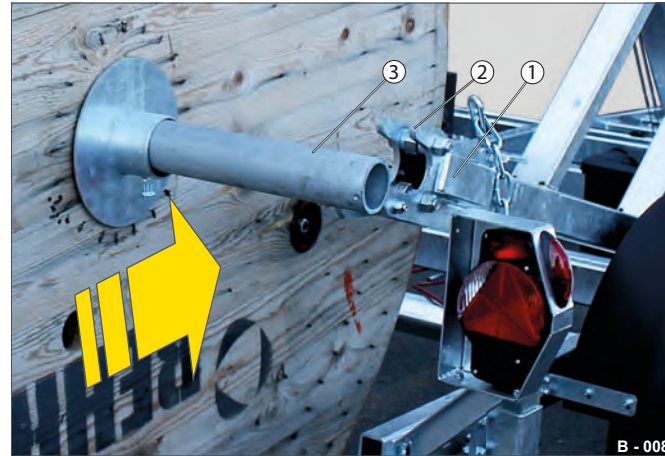

Abb. 11 Kabeltrommel aufsetzen
- ▶ Führen Sie die Kabeltrommel an das Trommelgestell heran - beachten Sie, dass die Transportwelle (Abb. 11/3) auf der Innenseite der seitlichen Anschläge (Abb. 11/1) rechts / links befindet.